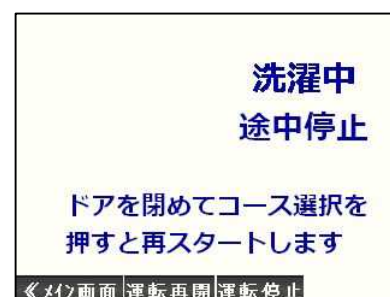

図 7-9
- ・ エラーが発生した場合、エラーの解除を行うと図 7-9 の画面に切り替わります。この画面の状態、任意のコース選択スイッチを押すことで、エラー発生前に行っていたコースの工程に戻ることができます。